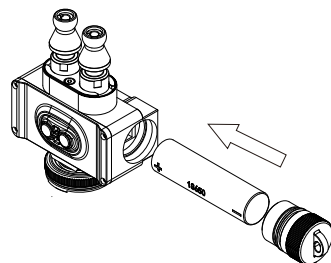

图4 (电池安装方法)
- 2.1.2 将一节 18650电池装入电池筒内，注意电池正负极方向，按电池筒内的正负极贴纸方向装入。（如图 4）